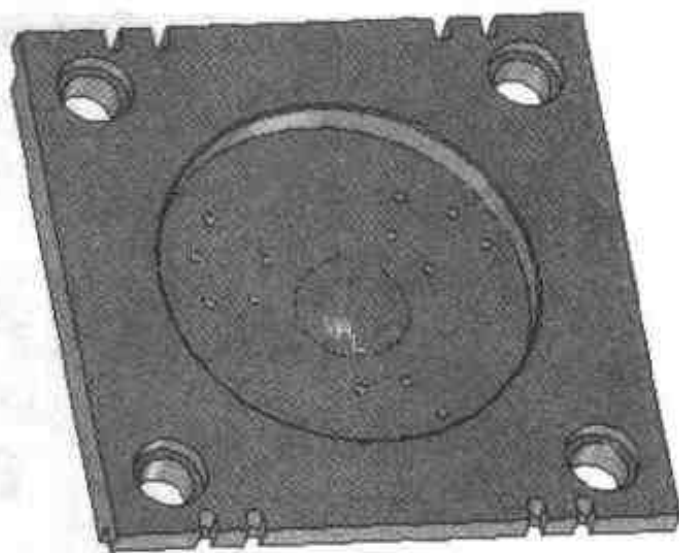

图 2.159 完成过孔的倒角
- (2) 将过孔的棱边做工艺倒角, 倒角为  $2 \times 45^\circ$ , 结果如图 2.159 所示。